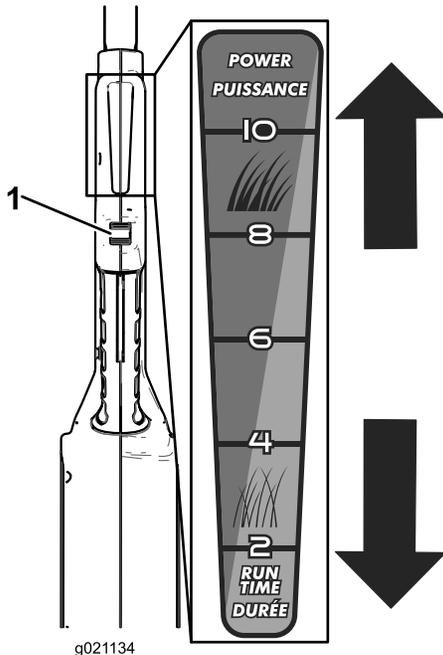

Figure 9
- Éloignez la molette de vous pour accroître le régime du moteur et rapprochez-la de vous pour le réduire (Figure 9).